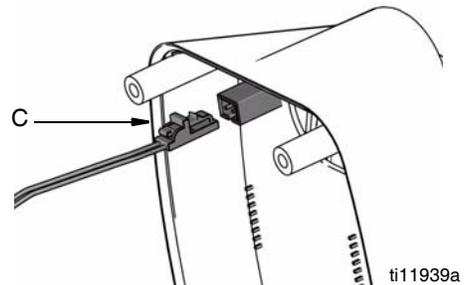

FIG. 9
5. Para el Medidor PE únicamente, reconecte el conector de la solenoide (C) (FIG. 9).